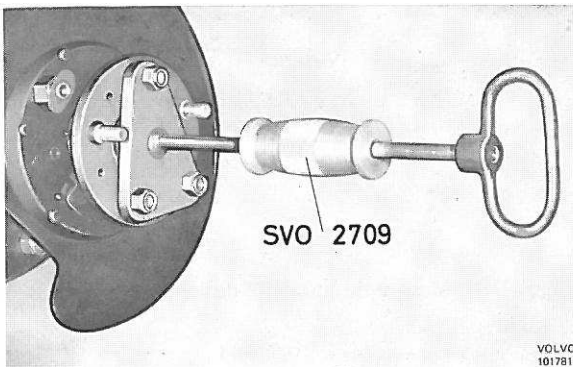

Figure 20. Dépose de l'arbre de roue
4. Enlever les vis du plateau-support de frein et du support de l'étrier. Ceci se fait par l'alésage de la bride de l'arbre de roue. Tourner le plateau-support de frein en arrière de manière à bien dégager le support du frein à main de la bride sur le carter de pont arrière. Sortir l'arbre de roue en se servant de l'extracteur SVO 2709, voir figure 20.
3. Enlever les vis de la rondelle de butée par les trous de la bride d'arbre de roue motrice. Extraire l'arbre de roue motrice en se servant de l'extracteur SVO 2709, voir figure 20.
Enlever les vis pour les plateaux-supports de frein et les supports des étriers. Ceci se fait par l'alésage dans les brides des arbres de roues. Retirer les arbres de roues en se servant de l'extracteur SVO 2709, voir figure 20.